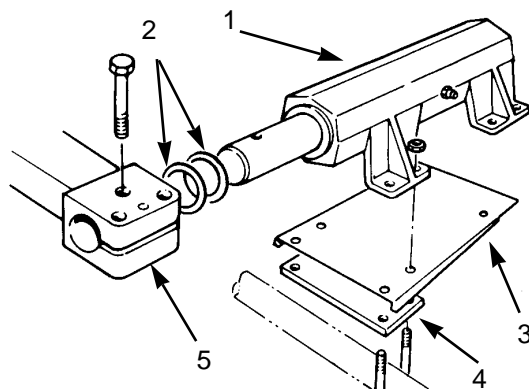

図5
固定ヘッド・キット・アセンブリ（図5）を各カッティングユニットに取り付けます（キットについているカバープレート、姿勢調整プレート、Uボルト、ロックワッ
- 1. 各昇降アームから3本のボルト（図5：メートルネジ）を外す。
5. 昇降アーム・ボルト（3本；図5）を元通りに取り付けるが、まだ締め込まない。